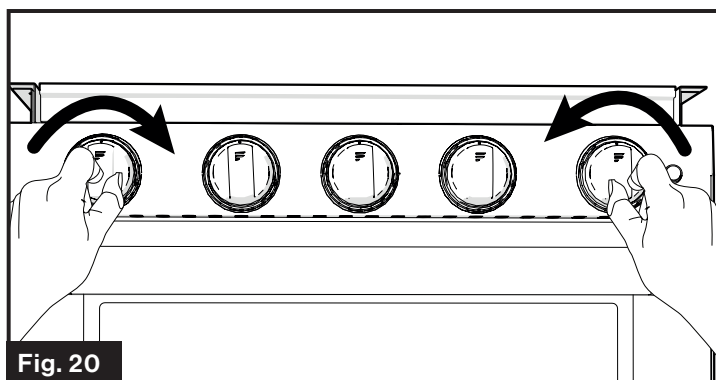

Fig. 20
2. Maintenez le bouton de commande du four enfoncé et tournez le bouton d'allumage dans le sens des aiguilles d'une montre à plusieurs reprises jusqu'à ce que la flamme pilote du brûleur du four soit allumée. (Fig. 20)